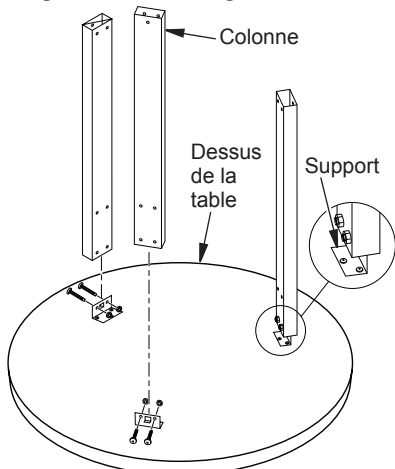

Figure 9 - Assemblage du dessus de la table
16. Placez la table dessus dessous sur une couverture ou un carton pour prévenir les égratignures. En vous assurant que les trous des pieds sont orientés comme illustré à la figure 9, installez les 3 colonnes de tables restantes comme illustré. Fixez les colonnes au dessus de la table avec 2 vis (D) et 2 écrous (E) chacune.